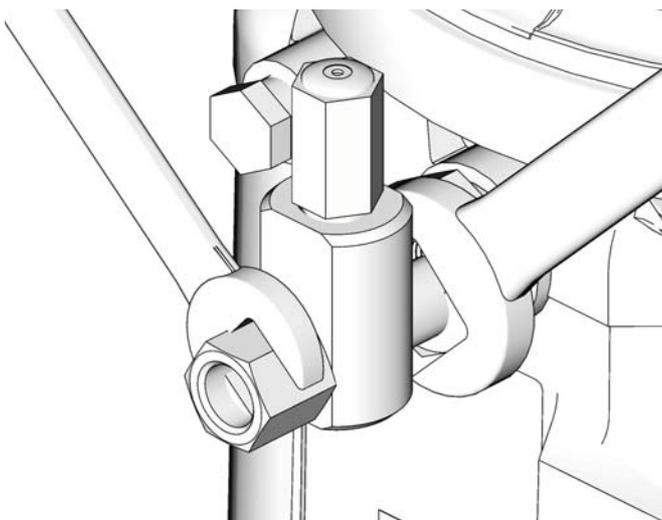

FIG. 10
- Utilice siempre dos llaves que trabajen en direcciones opuestas cuando conecte algo al elemento de bomba o a los accesorios auxiliares. Véase un ejemplo en la FIG. 10.